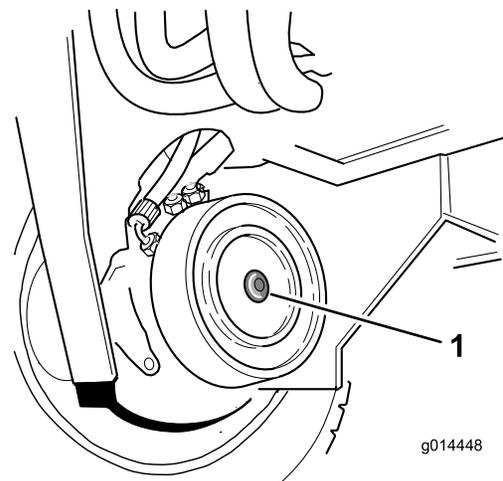

Figura 45
5. Apriete el tornillo de ajuste en el taladro roscado del pistón del freno hasta que el freno quede liberado (Figura 45).